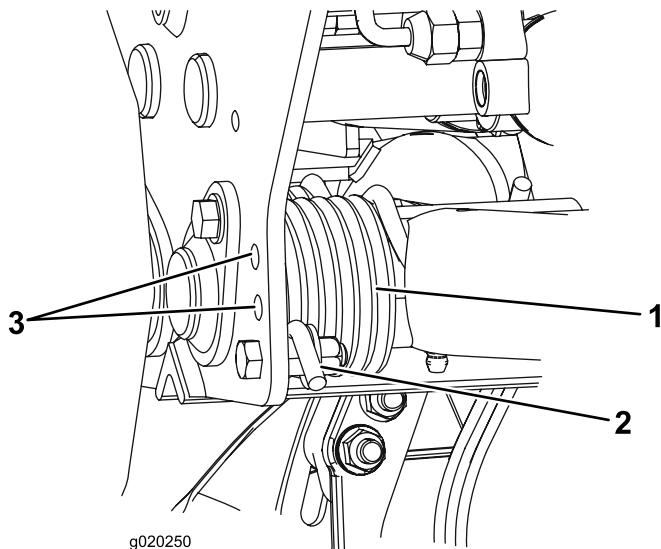

Figura 33
2. Infilate un tubo o un oggetto similare sull'estremità della molla lunga al fine di allentare la tensione della molla durante la messa a punto (Figura 33).
3. Mentre allenate la tensione della molla, togliete il bullone e il dado di bloccaggio che fissano l'attuatore della molla alla staffa (Figura 33).